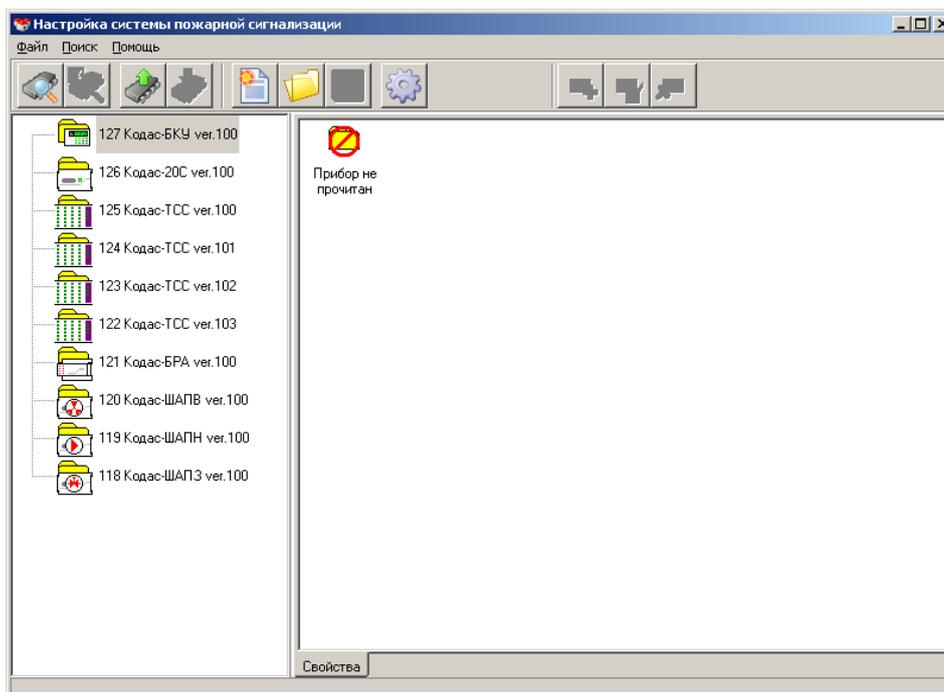
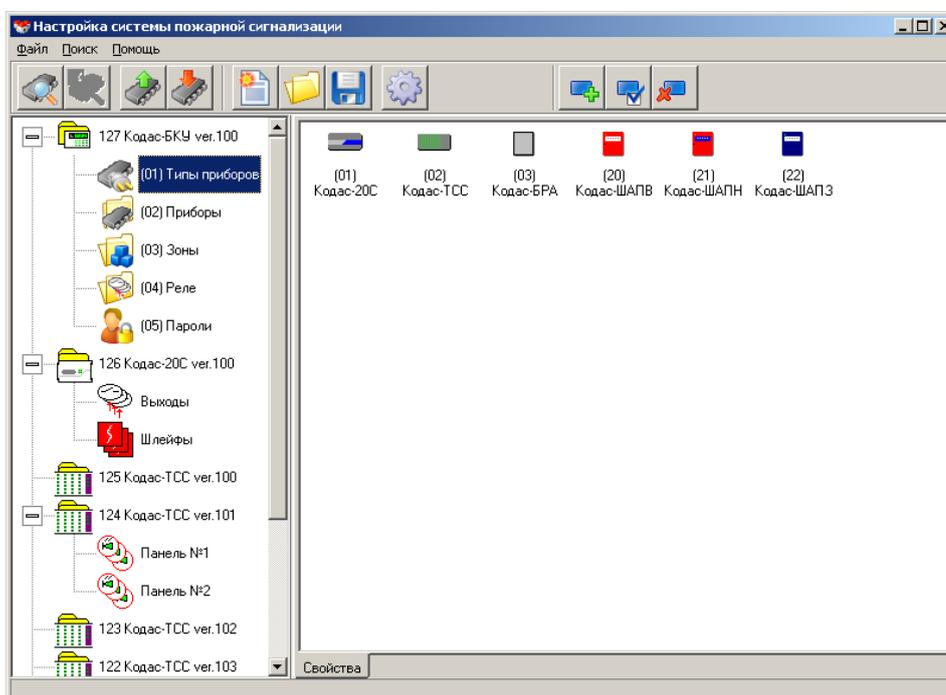

Рис. 3
Рис. 4
- 2) Окно графического изображения конфигурации системы (левая панель), которая представлена в виде дерева, а каждый конфигурируемый объект (модули, реле, шлейфы и т. д.) в виде "узла дерева" (рис.3, рис. 4). Графический вид позволяет наглядно представить весь состав системы и дает возможность просто и удобно двигаться по "узлам дерева" и вносить изменения.
После выбора СОМ порта, нажмите на кнопку «Поиск приборов». В нижней части рабочего окна появится индикатор процесса поиска, в левом окне, по мере обнаружения, будет формироваться список блоков в графическом виде (в виде пиктограмм). После завершения поиска рабочее окно будет иметь вид, показанный на рис. 3.
Выделите пиктограмму блока Кодас-БКУ нажмите кнопку «Создать новую конфигурацию» (пункт меню «Создать конфигурацию»). Знак «+» напротив блока свидетельствует о том, что для него создана конфигурация, которая состоит из пиктограмм, именованных как «Типы приборов», «Приборы», «Зоны», «Реле», «Пароли». Для доступа к детальной информации конфигурирования блоков необходимо левой кнопкой мыши (или с помощью клавиатуры клавишей «+») "раскрыть" пиктограмму, см. рис.4.